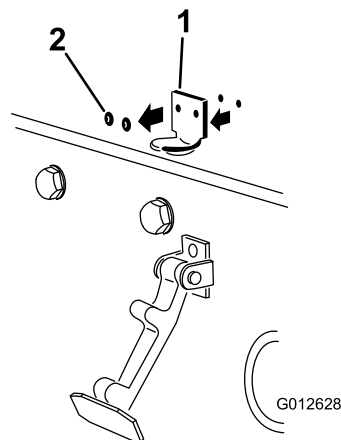

Figura 6
2. Rimuovete i (2) rivetti che fissano la staffa del fermo del cofano al cofano (Figura 6). Rimuovete la staffa del fermo del cofano dal cofano.